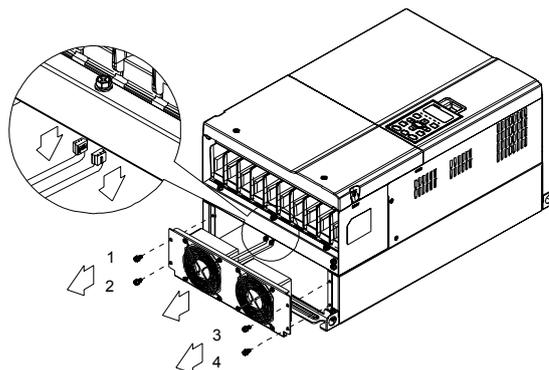

图 4
5. 拉开风扇时,须将风扇的电源接头拔除(如图 4 中局部放大图所示)
3. 于[图 3]显示的 Slot1 处, 先将绝缘片放入定位柱后, 再将 PCB 上两个圆孔对准定位柱后, 下压让两个卡勾卡住 PCB, 如[图 4]所示。